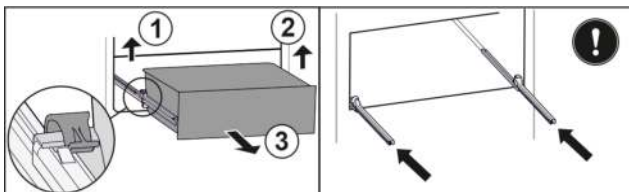

Fig. 33
- Linke Klemme anheben und gleichzeitig das Schubfach links nach vorne ziehen Fig. 33 (1).
- Rechte Klemme anheben und gleichzeitig das Schubfach rechts nach vorne ziehen Fig. 33 (2).
- Schubfach nach vorne entnehmen Fig. 33 (3).